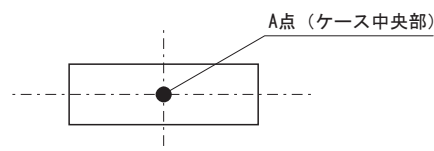

図7.1 温度測定箇所(ケース上面)
- ケース温度は、図7.1のA点の温度が105℃以下となるように使用してください。また、電源周囲温度が85℃以下となるようにお使いください。